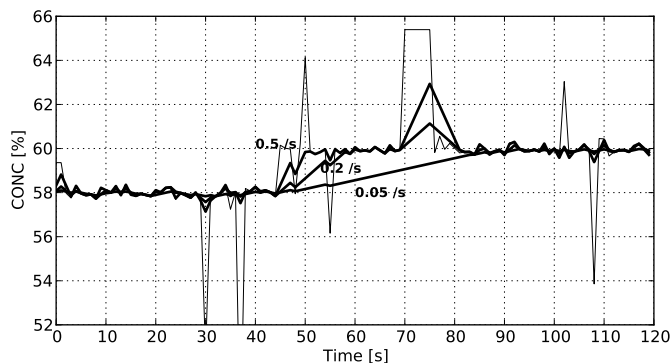

Figura 6.3 Amortecimento de taxa de var.
O limite da taxa de var. pode ser configurado através do item 5 do menu 5 SLEW RATE (*Taxa de variação*). Valores típicos dependem da unidade de concentração, mas normalmente variam de 0.05 % a 1 % quando a concentração é medida em porcentagens. A Figura 6.3 fornece um exemplo de limites diferentes da taxa de var.